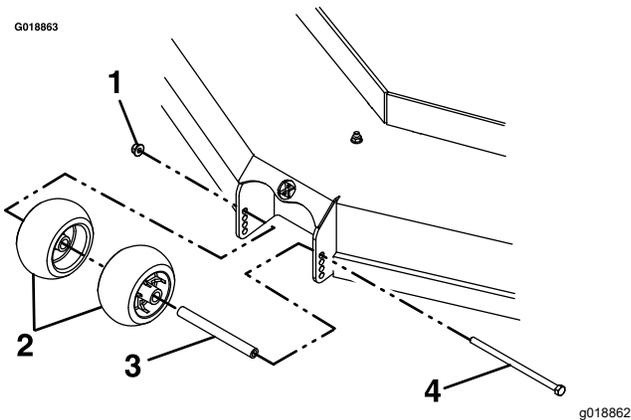

Figure 30
4. Après avoir réglé la hauteur de coupe, réglez les galets anti-scalp en retirant les fixations (**Figure 30**).
6. Serrez le contre-écrou (3/8 po) à un couple de 41 à 47 N·m (30 à 35 pi-lb), comme montré à la Figure 30.